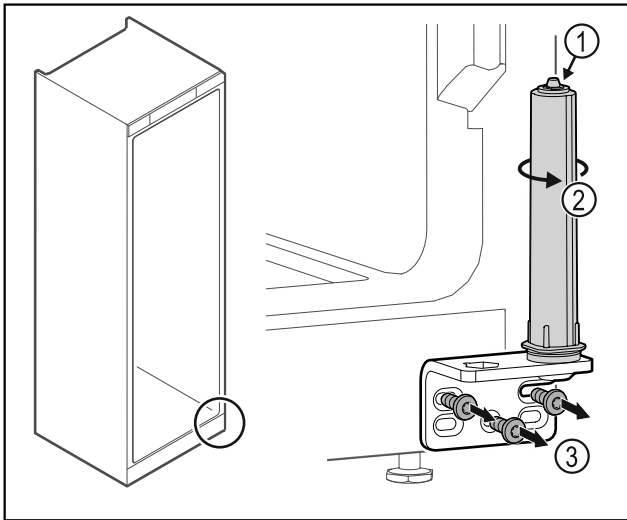

Fig. 18
- ▶ Не розбирати систему закриття дверей Fig. 18 (1).
- ▶ Повертати систему закриття Fig. 18 (2) до клацання.
- ▶ Відкрити шарнірний кутик Fig. 18 (3).